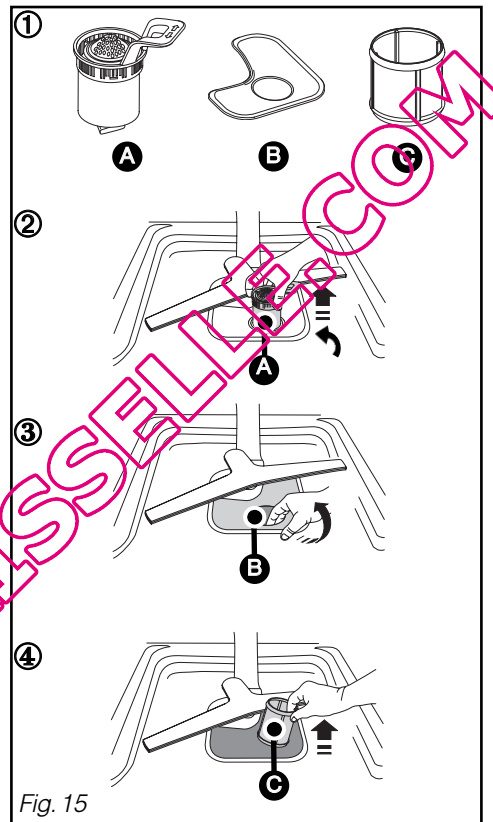
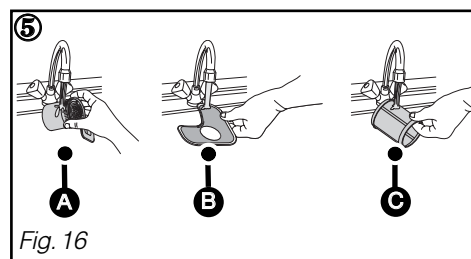

Fig. 15
Fig. 16
- ① Avant le démontage des filtres, retirez les déchets posés sur le grand filtre principal **B** à l'aide d'une éponge pour éviter que ces déchets ne bouchent les bras d'aspersion. Orientez le moulinet comme sur le dessin. (Fig. 15)
- ② Dévissez d'un quart de tour le filtre à déchets puis le retirer **A**.
- ③ Retirez le filtre principal **B**.
- ④ Retirez le tamis micro filtre **C**.
- ⑤ Nettoyez soigneusement les filtres **A**, **B** et **C** sous l'eau courante. (Fig. 16)